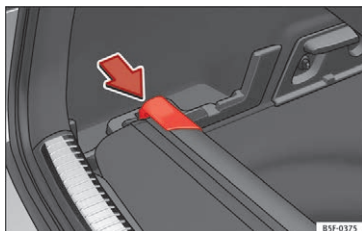

Fig. 166 I bagagerummet: holder til opbevaring af bagagerumsafdækning
- Tryk det øverste stykke af bagagerumsafdækningen i pilens retning, indtil den går i hak i holderen »» **Fig. 166**.